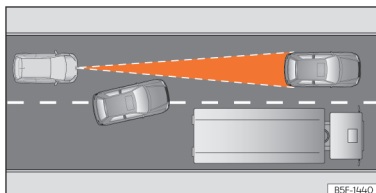

Fig. 141 Autovehicul schimbând benzile.
- Autovehicule care intră pe banda dumneavoastră la o distanță mică față de autovehiculul dumneavoastră »» fig. 141.